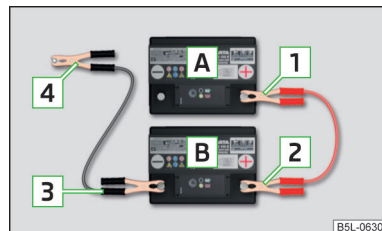

Fig. 224
- Conecte el borne **1** al polo positivo de la batería descargada **A** » **fig. 224.**